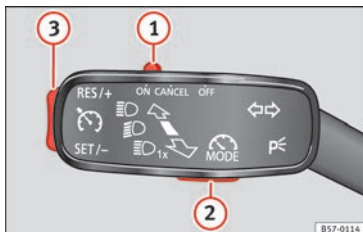

Fig. 182 À gauche de la colonne de direction : commande et touches servant à utiliser le limiteur de vitesse.
Si vous souhaitez désactiver temporairement le limiteur de vitesse, pour doubler par exemple, réglez la commande » fig. 182 ① du levier des clignotants sur la position **CANCEL** ou réglez le troisième levier sur la position **CANCEL** ou appuyez sur la touche ② de l'un quelconque des leviers.